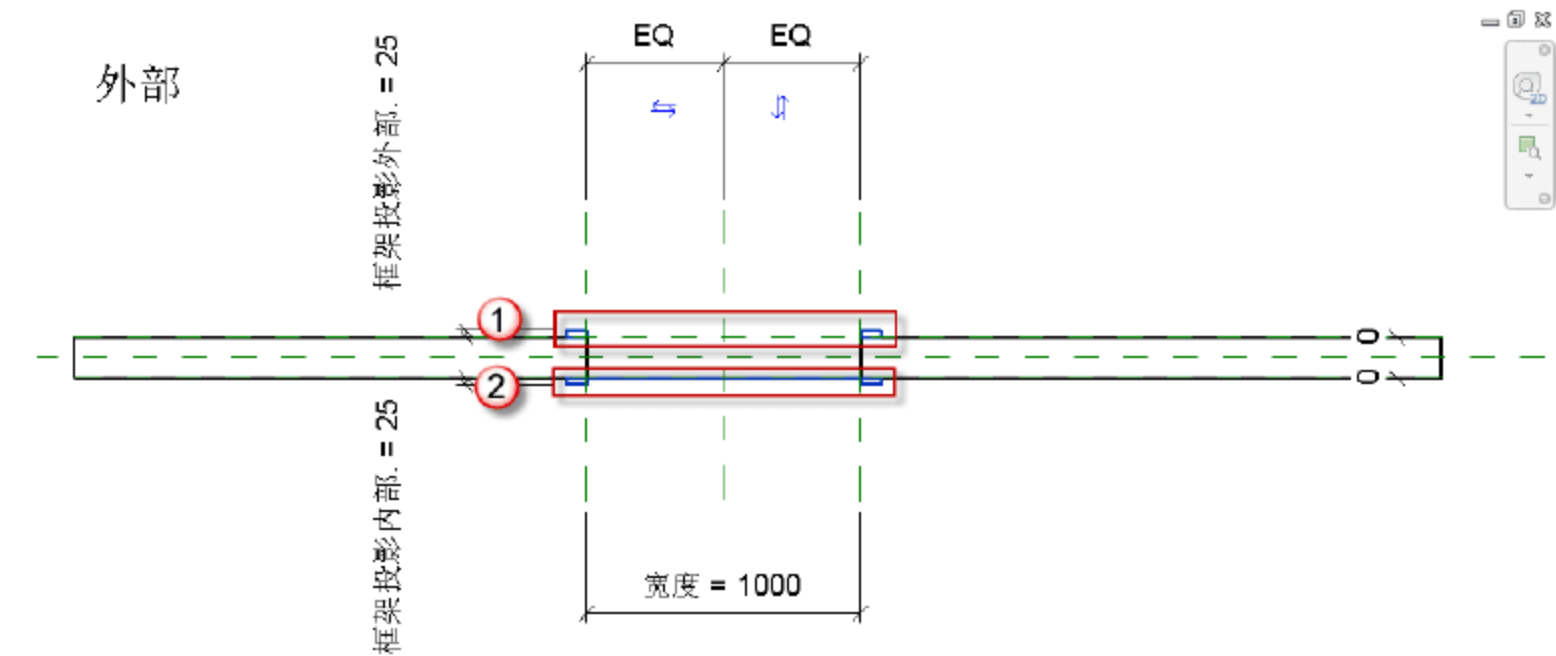
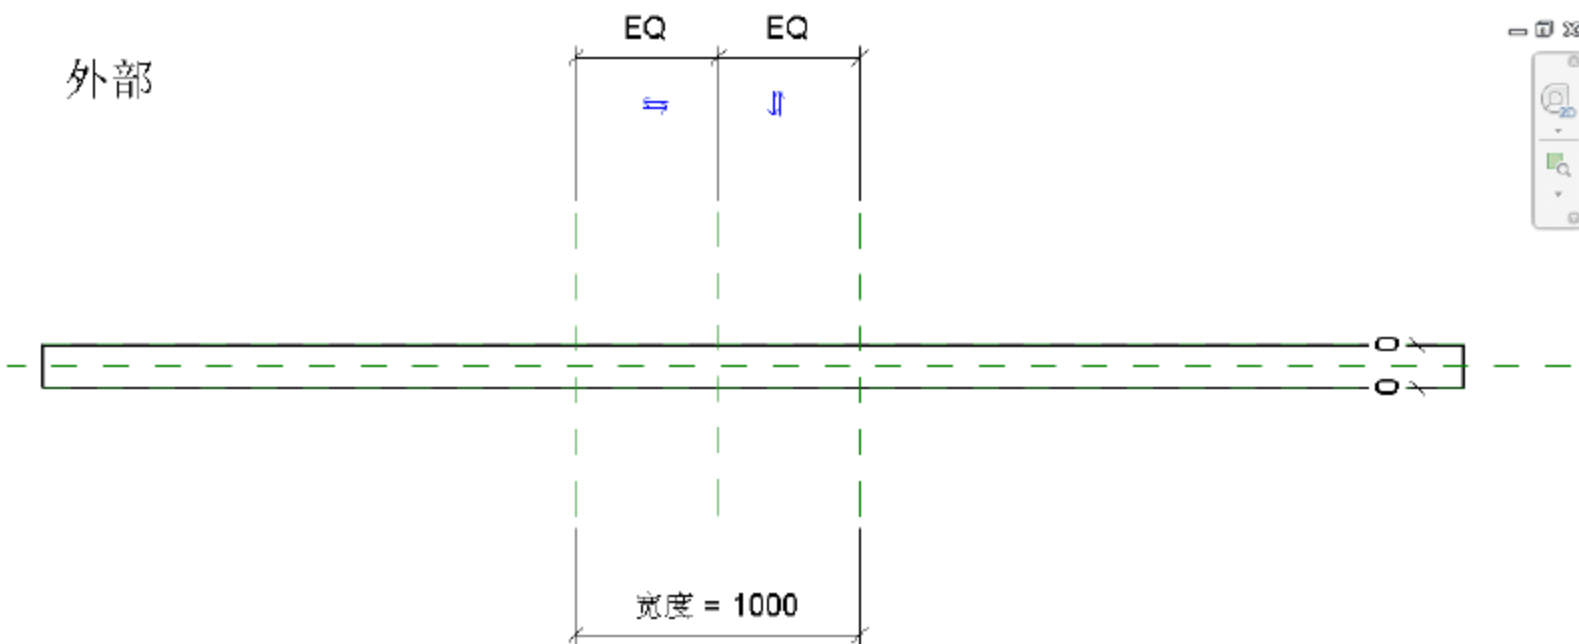

图 6.1.118 选定“框架/竖挺：拉伸”
图 6.1.119 删除“框架/竖挺：拉伸”
(2) 删除公制门框架。按 Ctrl 键，多选上“框架/竖挺：拉伸”，如图 6.1.118 所示，按 Delete 键将其删除，删除后如图 6.1.119 所示。